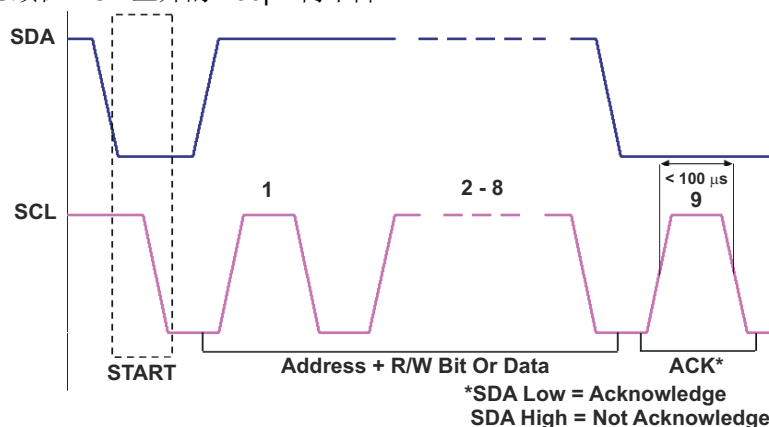

图 5-6. 确认位要求
- 确认位 (图 5-6) : 在每个字节期间, 确认 (ACK) 或未确认 (NACK) 发生在 SCL 的第九个上升沿。在 ACK 或 NACK 之后, SCL 必须在 SCL 上升的 100 μ s 内下降。